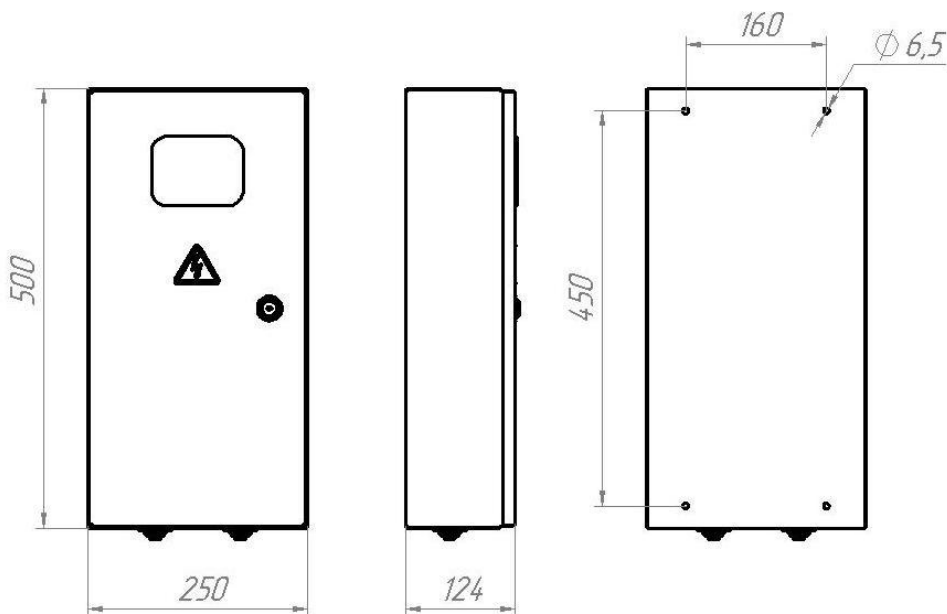

Рис. 1 Габаритные и установочные размеры.
- Габаритные и установочные размеры приведены на рис. 1;